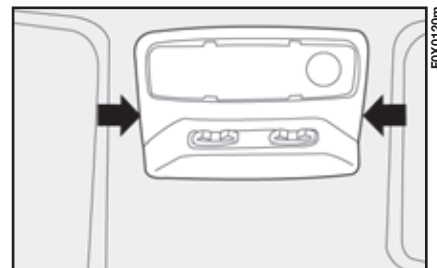

fig. 140
- agendo con un cacciavite nei punti indicati dalle frecce fig. 140 rimuovere il gruppo plafoniera completo;